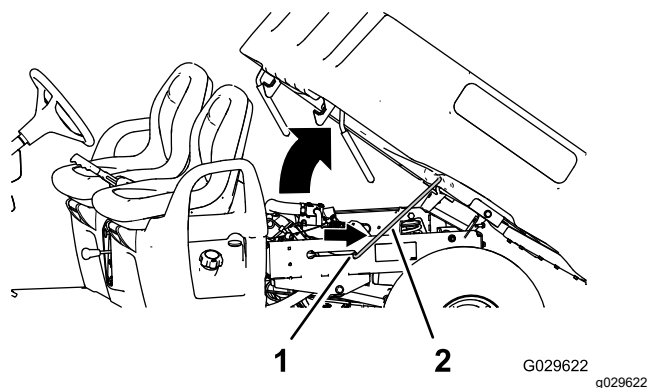

Figura 19
2. Empurre a barra de apoio para a ranhura do entalhe para prender a plataforma (Figura 19).
2. Retire a barra de apoio da ranhura de bloqueio (Figura 19).
3. Desça a plataforma até prender em segurança (Figura 19).